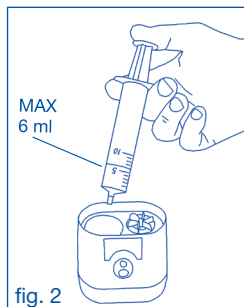

fig. 2
2. Inserite la dose di medicinale (Max 6 ml) nell'apposita vaschetta (se utilizzate la siringa togliete l'ago) (fig. 2); è consigliabile diluire il medicinale almeno fino a 4 ml con soluzione fisiologica per ottimizzare la nebulizzazione.